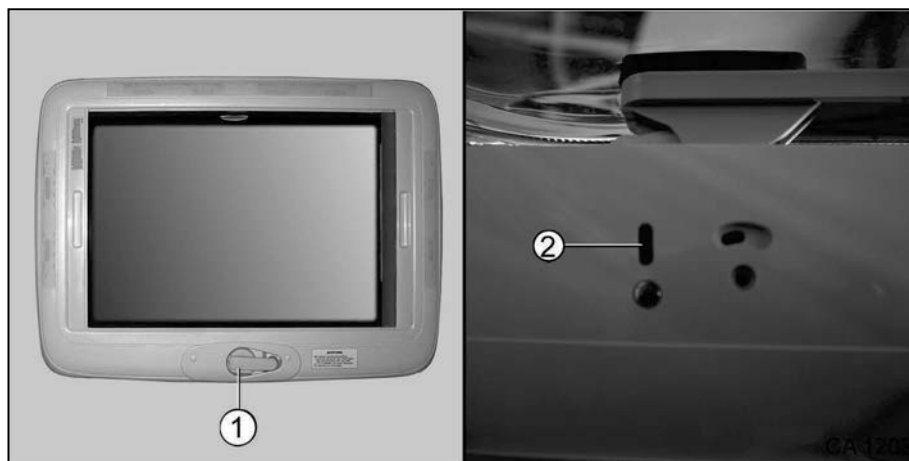

Fig. 62 Lanterneau avec manivelle et indicateur de fermeture
- En fermant le lanterneau, n'actionner la manivelle que jusqu'à ce qu'une bande rouge apparaisse sur l'indicateur (Fig. 62/2).
Ce lanterneau se laisse uniquement ouvrir à l'aide d'une manivelle (Fig. 62/1).